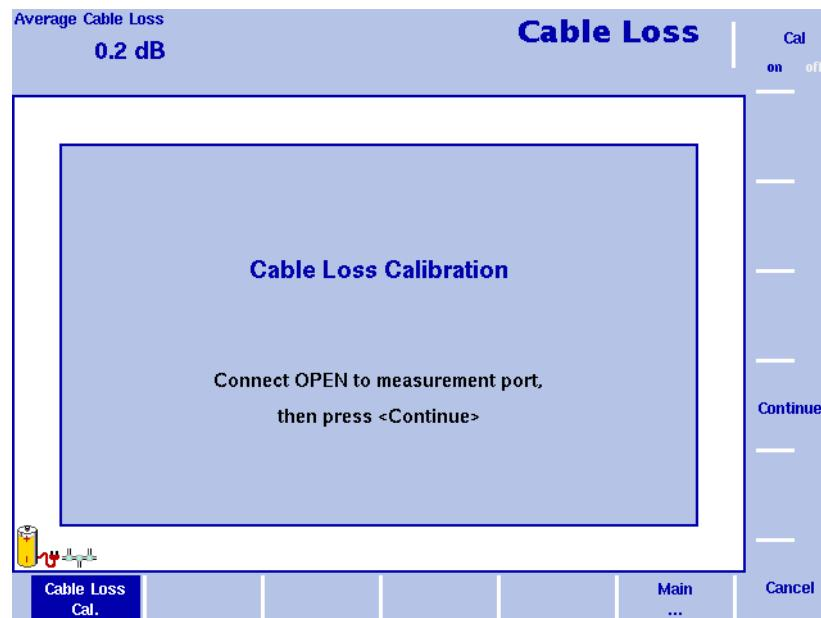

Abbildung 52 Menü Cable Loss Calibration
- 3 Der 9102 führt Sie Schritt für Schritt mit Hinweisen auf dem Bildschirm wie in Abbildung 52 durch den Kalibriervorgang. Schließen Sie auf Aufforderung den Kalibriersatz an das Verlängerungskabel für den Prüfanschluss an und drücken Sie auf **Continue**. Sie können den Kalibriervorgang mit dem Softkey **Cancel !** abbrechen.